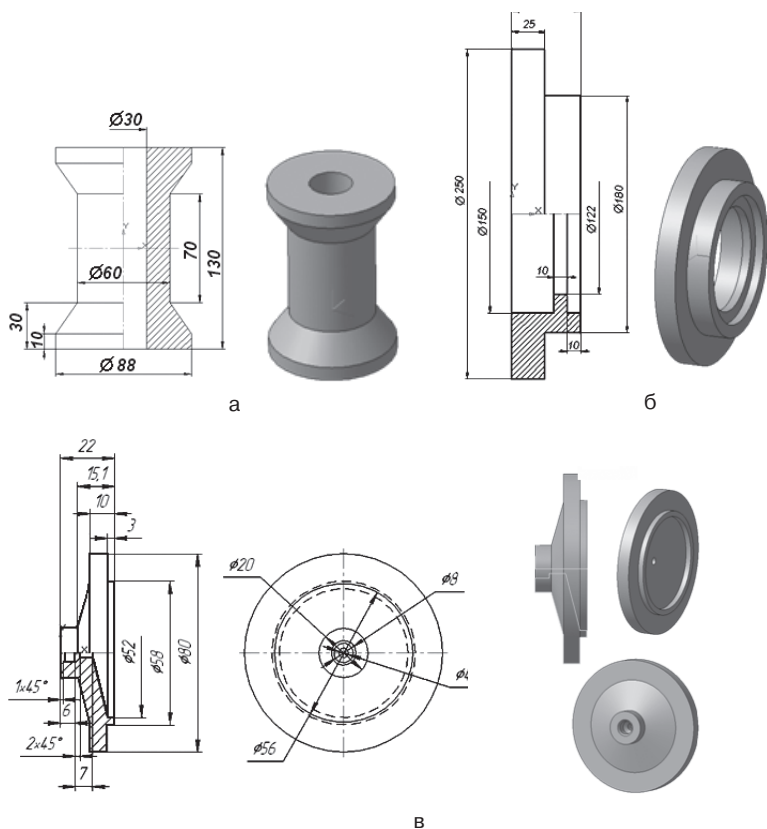

Рис. 211. Задание для самостоятельной работы
1. Создайте 3D-модели с помощью «операции вращения» по ее плоскому чертежу и проверьте себя (рис. 211). В задании (рис. 211, в) используйте команду **Фаска**.